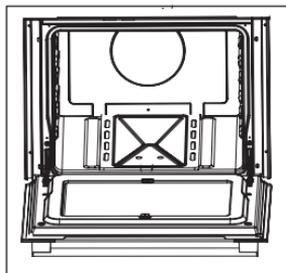

Fig. 19
- Abra totalmente la puerta del horno ver fig 19.